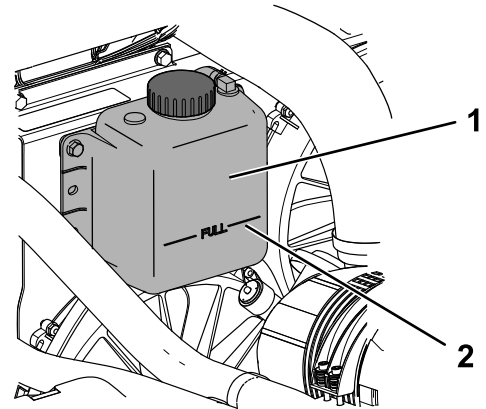

Figura 77
4. Compruebe el nivel de refrigerante del depósito de expansión (Figura 77).